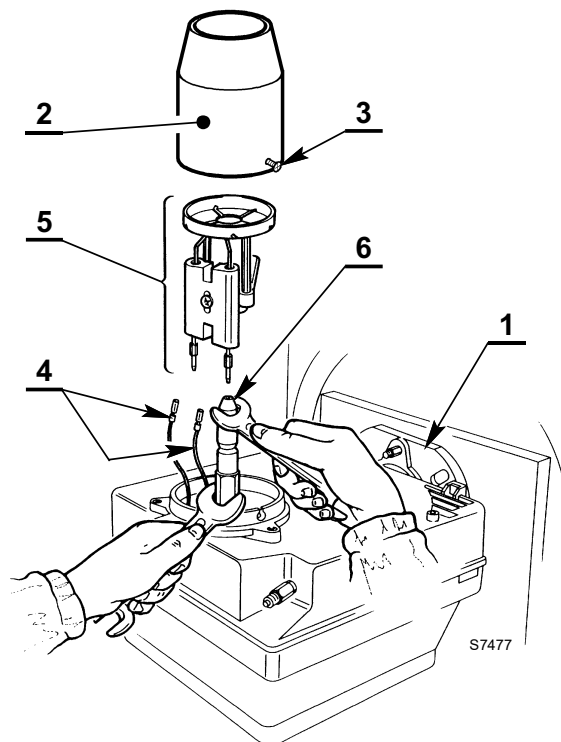
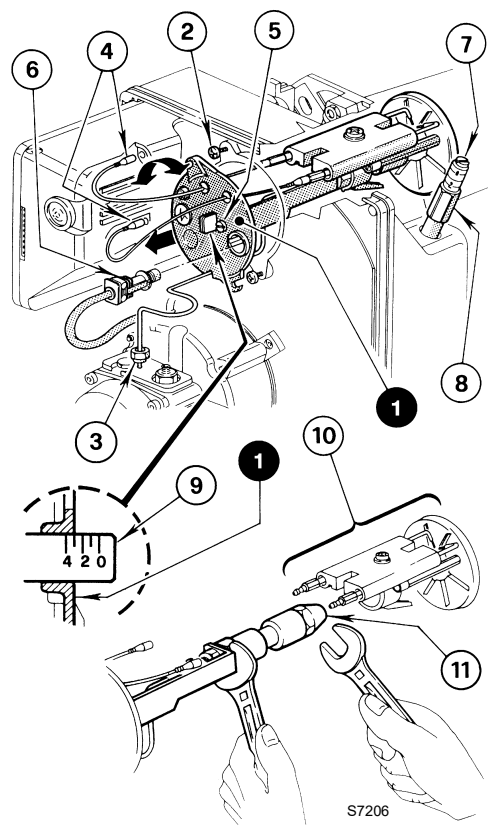
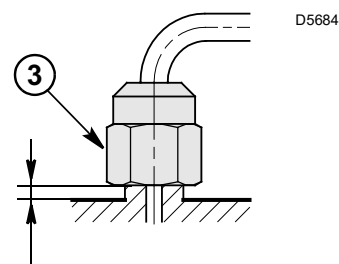

Fig. 12
Fig. 13
Fig. 14
- estrarre il bruciatore dal generatore dopo aver tolto il dado di fissaggio alla flangia (1).
- Agganciare il bruciatore alla flangia (1), togliere il boccaglio (2) dopo aver allentato le viti (3).
- Sfilare i cavetti (4) dagli elettrodi, estrarre dal gruppo portaugello il gruppo supporto elica (5) dopo aver allentato la vite (3).
- **Avvitare l'ugello (6) correttamente stringendolo come mostrato in Fig. 12.**
- Estrarre il gruppo portaugello (1) dopo aver allentato le viti (2), svitato il dado (3), sfilato i cavetti (4) dal controllo fiamma e il sensore fiamma (6).
- Sfilare i cavetti (4) dagli elettrodi, estrarre dal gruppo portaugello (1) il gruppo supporto elica (10) dopo aver allentato la vite (3).
- **Avvitare l'ugello (11) correttamente stringendolo come mostrato in Fig. 13.**
Al rimontaggio del gruppo portaugello (1, Fig. 13) **avvitare il dado (3) senza portare a battuta** con una coppia di serraggio di 15 Nm, come mostrato in Fig. 14.
Nella Fig. 13, a pag. 9 la testa è regolata per una portata di 0,75 GPH a 12 bar.
- Per effettuare la regolazione della serranda aria procedere come segue (Fig. 13, a pag. 9):
- Allentare il dado (8) e tarare la serranda agendo sulla vite (7).
- A regolazione ultimata riavvitare il dado (8).
- Cambiare ugello, (Fig. 12, a pag. 9) e verificare il corretto posizionamento degli elettrodi (Fig. 15, a pag. 10).